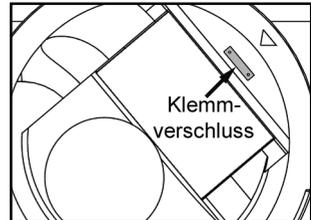

Bild 7
- Die zwei Kreuzschlitz-Schrauben des Klemmverschlusses am Gehäuseoberteil des Inline-Filters herausdrehen und den Klemmverschluss entnehmen, siehe Bild 7 (grau markiert)